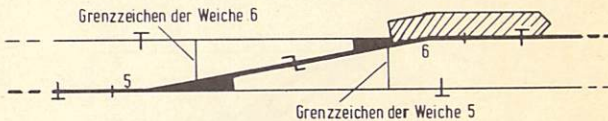
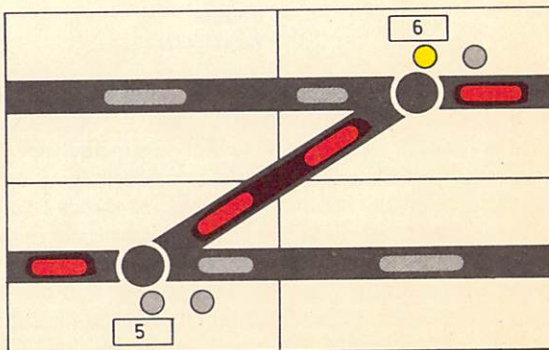

Bild 23
Bild 24
- (7) Sind Weichen im gemeinsamen Strang nicht grenzzeichenfrei isoliert (vgl. Bild 23), leuchten die Stellungsmelder und die Melder der Weichenspitze beider Weichen rot (vgl. Bild 24), wenn beide Weichen in einer Fahrstraße abzweigend liegen (im Bild 23 in Linksstellung) und der Freimeldeabschnitt einer dieser Weichen besetzt ist. Solange eine dieser Weichen (Weiche 6) besetzt ist, darf die andere Weiche (Weiche 5), auch wenn sie frei ist, nicht umgestellt werden.